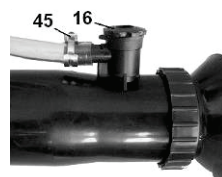

Fig. 13
Introduceți capătul liber al altui furtun de livrare a soluției (23) prin opri torul (31) și împingeți-l pe ștutul robinetului de pornire-oprire soluție (13), fixați în poziție cu clema de furtun (42) (Fig. 10); împingeți celălalt capăt al furtunului de livrare a soluției pe ștutul butonului de dozaj (16) și fixați în poziție cu clema de furtun (45). (Fig. 13)